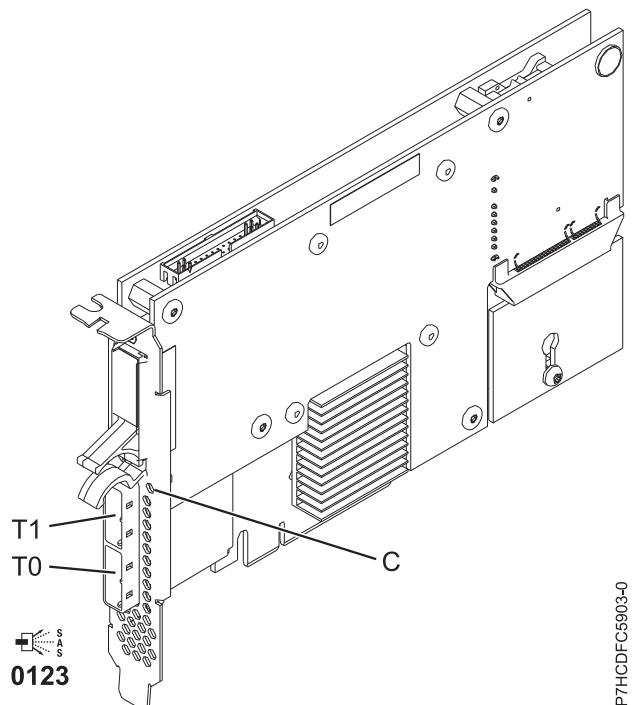

図 37. PCIe デュアル x4 3 Gb SAS RAID アダプター
5903 または 5805 には、キャッシング・データが存在する場合に明滅する LED (117 ページの図 37 の (C)) が装備されています。 キャッシュ・データ表示 LED は、アダプターの上のキャッシングにデータが存在する可能性がある場合に明滅します。 キャッシュ・データ表示 LED が明滅している場合は、キャッシング・バッテリー・パックを取り替えないでください。 この LED の明滅中に取り替えると、キャッシング・データが失われます。 このアダプターのキャッシング・データ表示 LED の場所は、117 ページの図 37 で確認してください。